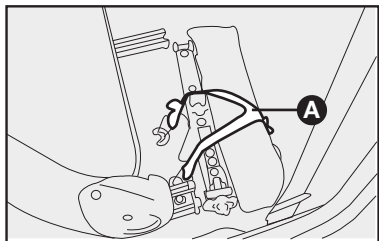

fig. 9
- Rebater o encosto do banco do motorista e soltar o elástico de fixação **A-fig. 9**, retirando o macaco, manivela, a bolsa de ferramentas e o triângulo;